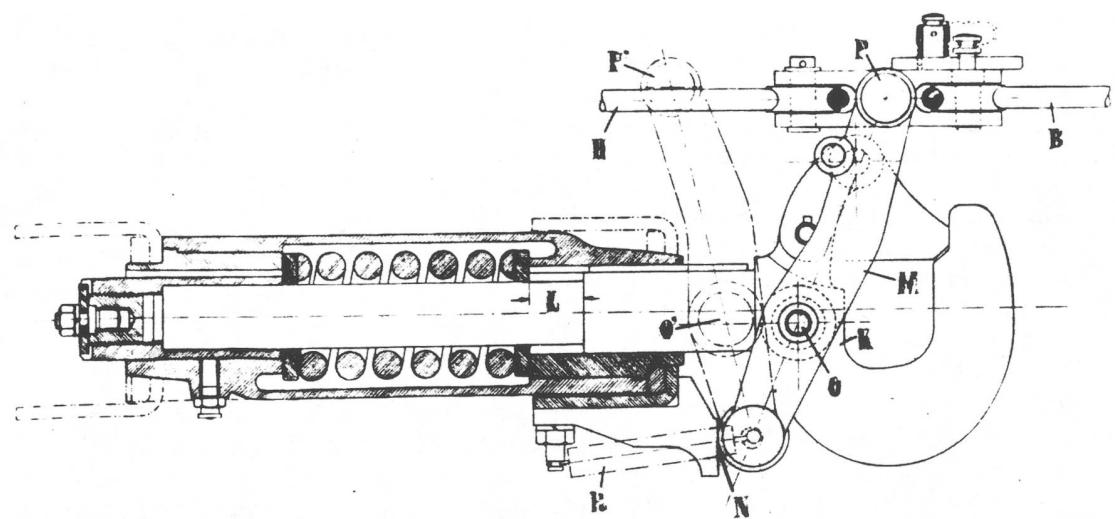

Abb. 4. Der Anhängelhaken und die automatische Bremse.
Die Abbildung 4 zeigt die automatische Bremsvorrichtung.
Abbildung 4 zeigt, wie das Kabel (H) die automatische Bremsvorrichtung mit dem Handrad beim Führersitz verbindet. Bei einer Bremsung vom Führersitz aus wirkt das Kabel (H) auf das Kabel (B) das die Bremsen des Anhängers anzieht. Der Hebel (M) dreht sich um den Punkt (O) und verlässt den Anschlag (N).